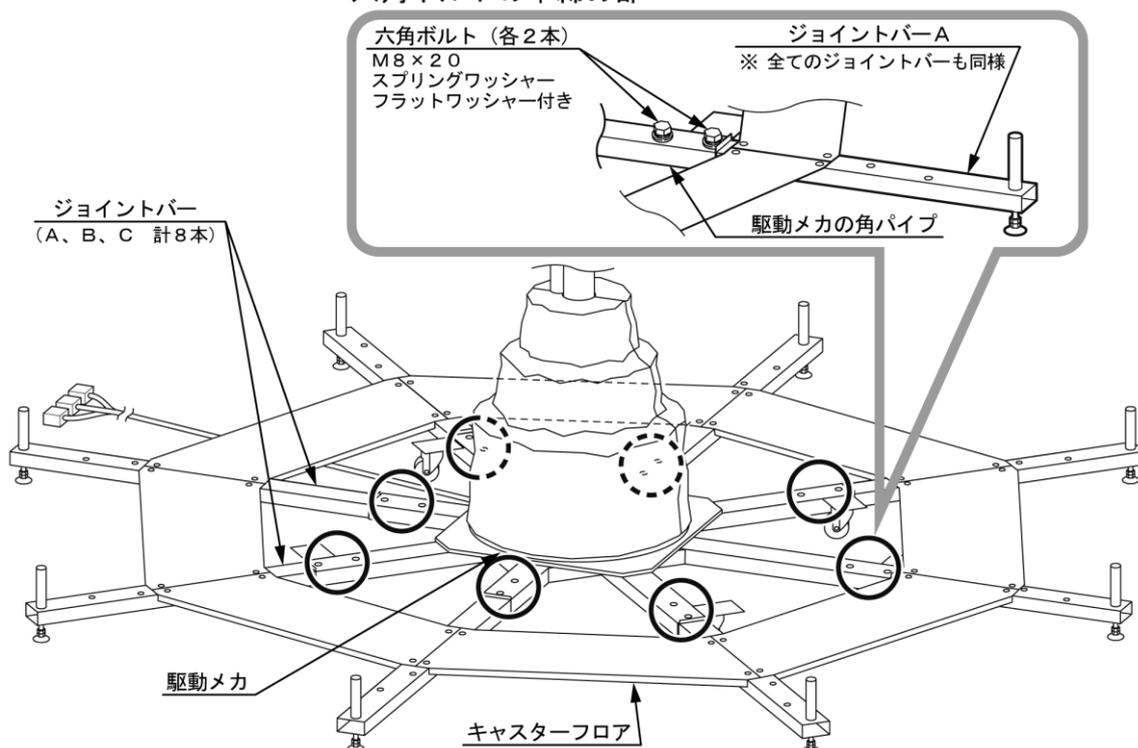

図 6-11 キャスターフロアの取り付け②
- ③ 仮止めしておいた全てのジョイントバー (A、B、C 計 8 本) の六角ボルトを本締めします。(図 6-11)